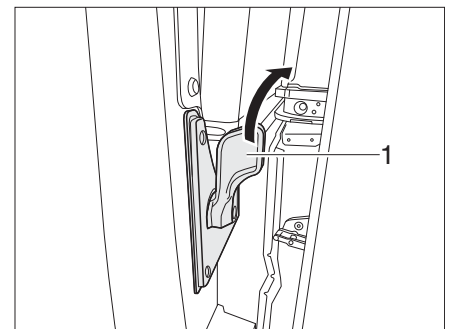

Bild 19 Schiebetür, elektrisch - Riegel innen
- Den Riegel (Bild 19,1) nach rechts drücken. Die elektrische Schiebetür fährt bis zum Anschlag auf.
- Den Riegel (Bild 19,1) nach rechts drücken. Die elektrische Schiebetür schließt sich und fährt in das Türschloss.